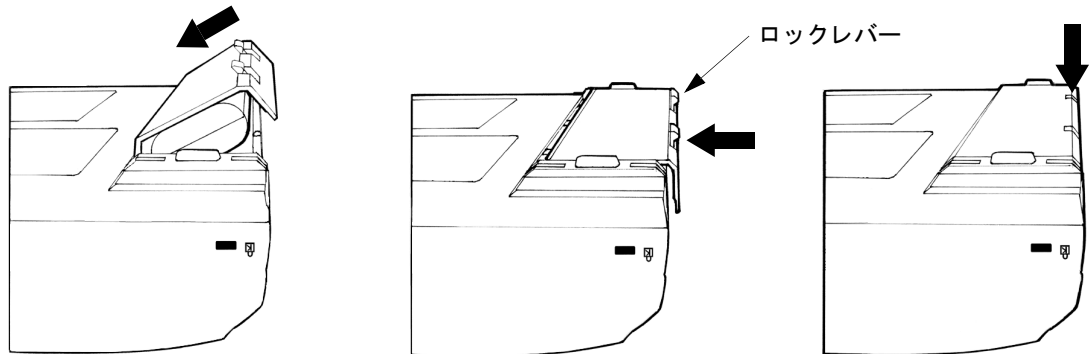

図1 超音波診断装置にバッテリーを取り付ける手順
- 2 手前のカード挿入部のリリースピンを押して、ピンを突出させます。3 ページの図 1 を参照してください。